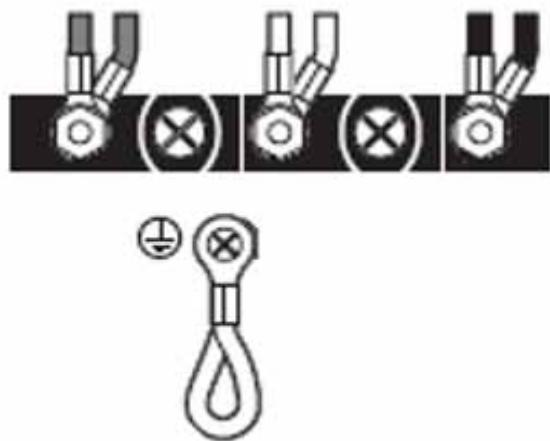
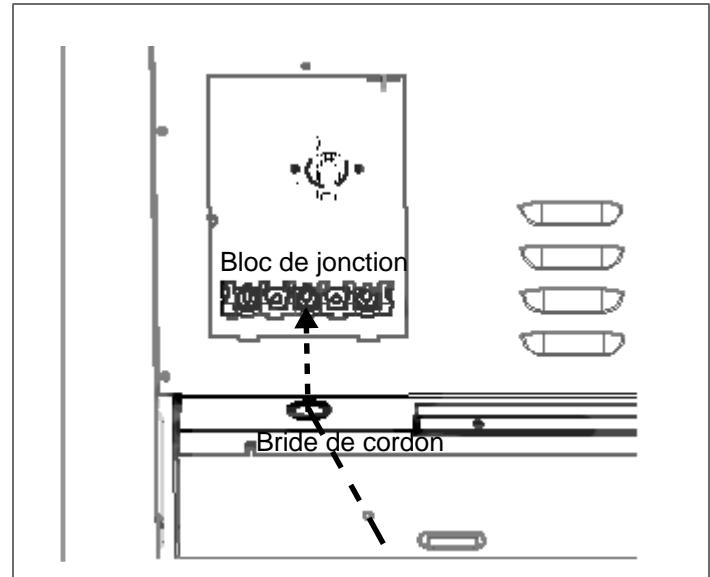

Figure 12: Bloc de jonction
Figure 13: Emplacement de la bride de cordon
Installez une bride de cordon (non fourni) dans le trou de 1 po (25,4 mm) de diamètre situé sous le bloc de jonction (voir Figure 13). Le câblage de l'appareil doit être acheminé au bloc de jonction par le conduit et à travers la bride de cordon. Les extrémités des fils doivent être munies de cosses en boucle de $\frac{1}{4}$ po, préférablement soudées sur place. Faites les connexions au bloc de jonction fourni (voir Figure 12).
2. Installez une bride de cordon (non fournie avec la cuisinière) dans le trou de 1 po (25,4 mm) de diamètre situé sous le bloc de jonction, dans le panneau arrière (voir Figure 13 et Figure 12). Faites passer les fils par la bride de cordon.
La hotte peut être montée en premier si le dosseret de protection est installé avec une étagère garde-chaud puisque cette étagère couvrira les vis de montage supérieures du dosseret de protection (Figure 12).
3. À l'endroit indiqué sur la Figure 13, fixez les supports inférieurs fournis avec l'étagère garde-chaud à travers le dosseret de protection, dans les montants de cloison.